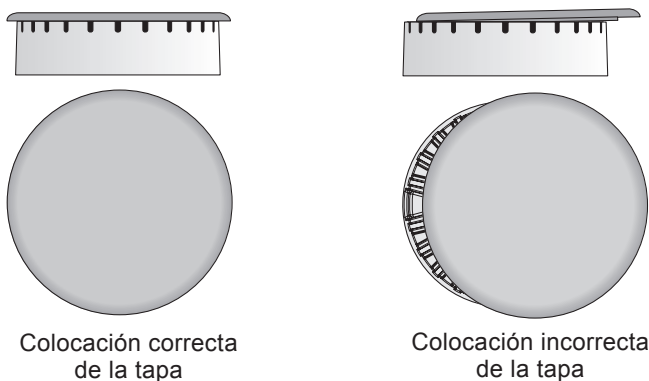

Figura 21: Colocación de la tapa del quemador
2. Asegúrese de que todas las tapas de quemador están correctamente alineadas y niveladas, como muestra la figura 21. Los quemadores pueden no encenderse o quemar uniformemente si las tapas no se colocan correctamente.